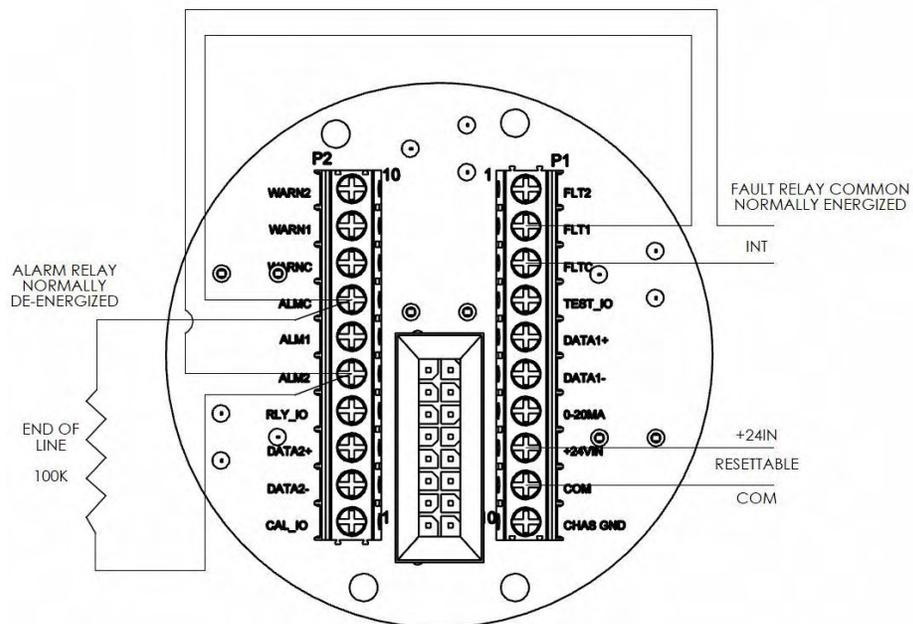

Figure 5 : Terminaisons de terrain avec câblage des systèmes d'alarme d'incendie1
1. Desserrez les vis imperdables (A) placées sur le boîtier optique.
3. Raccordez le dispositif au système de câblage du site selon le schéma de câblage donné par la Figure 5.